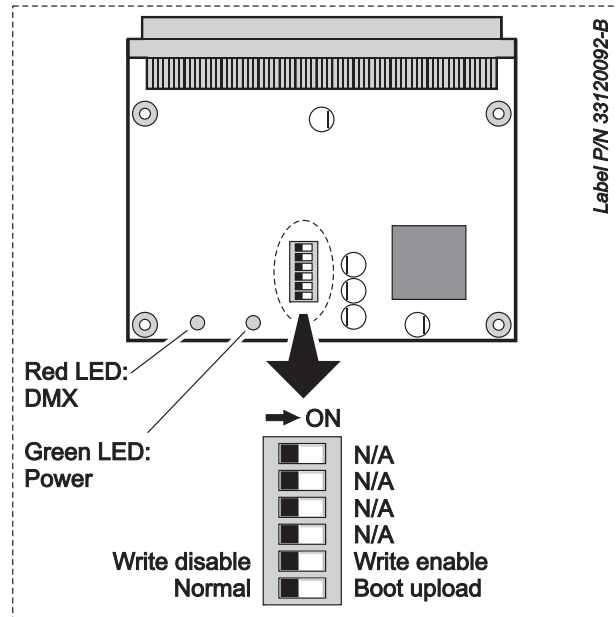

Figure 21: Carte principale et DIP Switch
3. Voir Figure 21. Localisez la barrette de 6 micro interrupteurs sur la carte et placez l'interrupteur 6 sur **ON** (activation du mode boot sector).